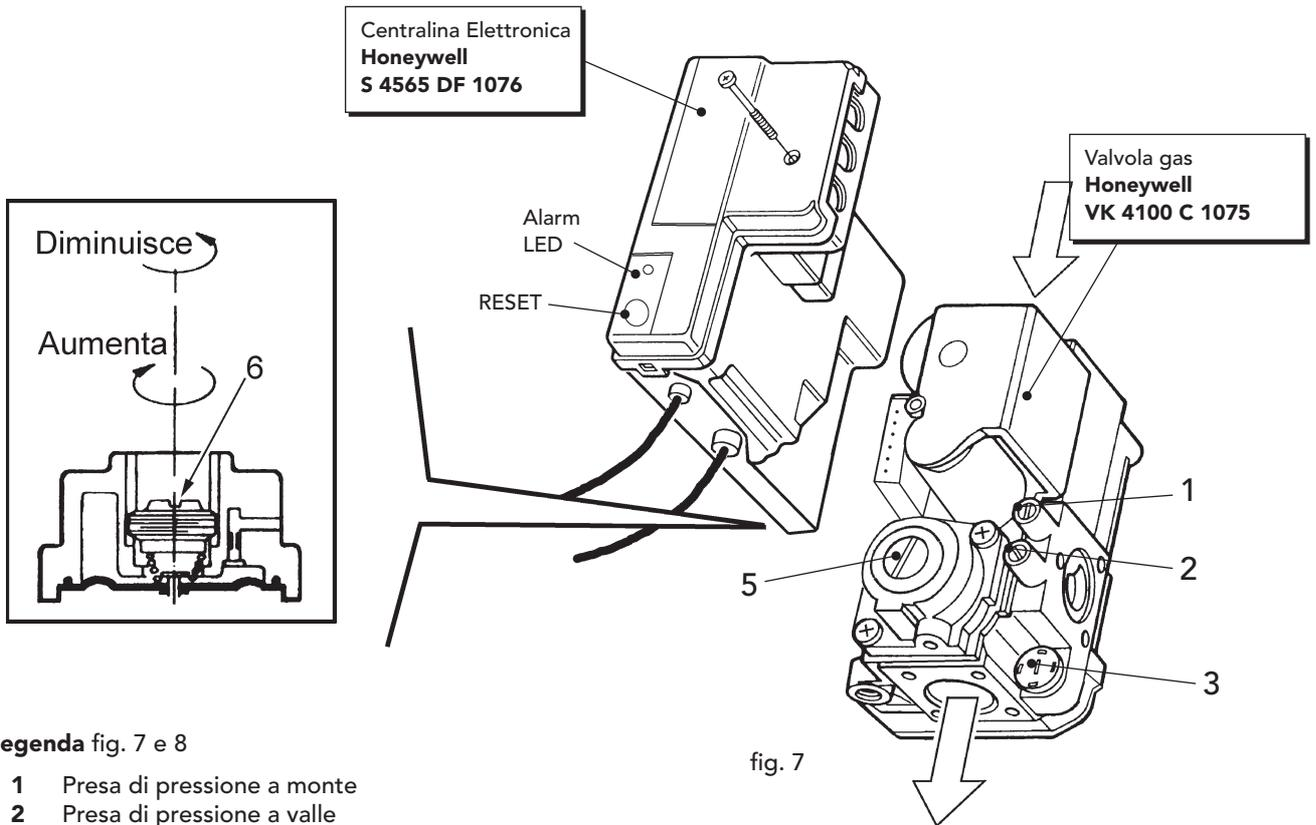

fig. 7
Collegare un manometro alla presa di pressione 2 (fig. 7) posta a valle della valvola gas, ruotare la manopola del termostato caldaia sul valore massimo.
Dopo aver tolto il tappo di protezione 5 (fig. 7), regolare la pressione del gas al bruciatore a mezzo della vite 6 al valore desiderato (vedere tabella dei dati tecnici cap. 4).
**Legenda fig. 7 e 8**